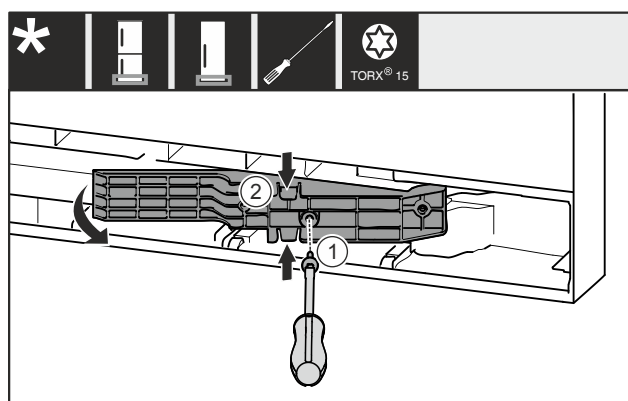

Fig. 20 *
- Retirer la vis Fig. 20 (1)*
- Compresser légèrement l'adaptateur Fig. 20 (2) par le haut et le bas et le retirer.*